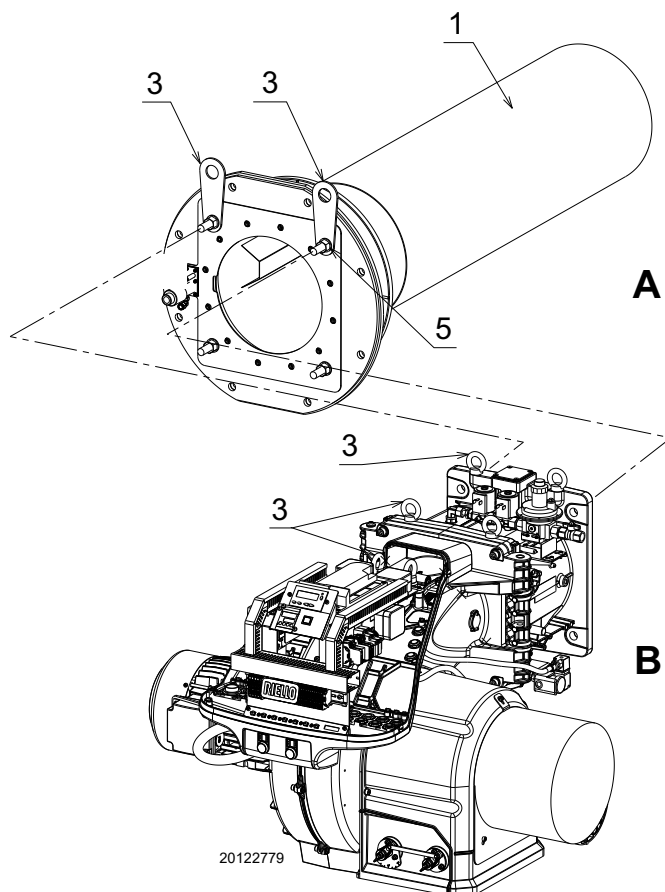
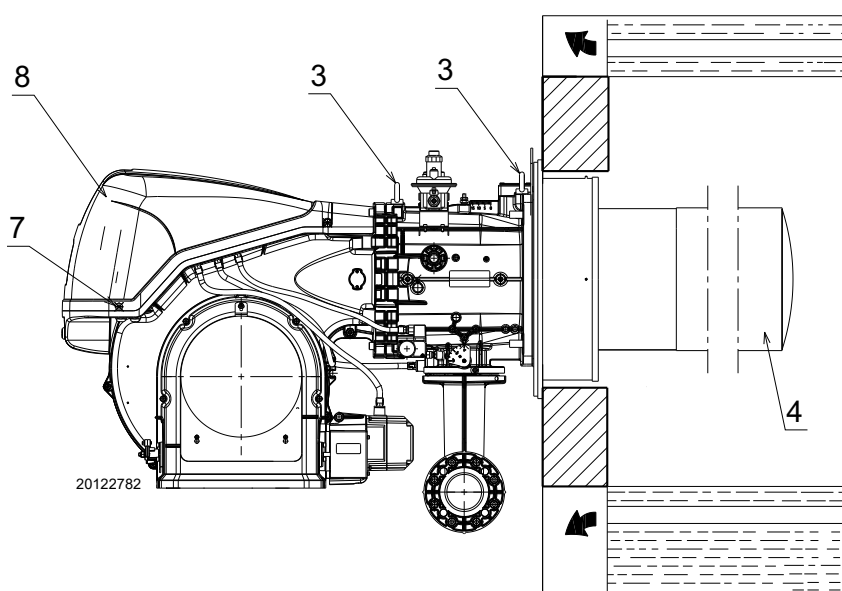

Fig. 18
Fig. 19
Prédisposer un système de levage adapté du brûleur en s'accrochant aux anneaux 3)(Fig. 18), après avoir enlevé les vis 7) de fixation du capot 8).
- Prédisposer un système de levage adapté du brûleur en s'accrochant aux anneaux 3)(Fig. 18) du groupe de la tête 1).
- Introduire le groupe de la tête sur le trou de la chaudière, réalisé auparavant (Fig. 18), et fixer avec les vis M18.
- Lever le brûleur en utilisant les anneaux 3)(Fig. 18) après avoir enlevé les vis 7) de fixation du capot 8)(Fig. 19).
- Fixer le brûleur sur le groupe de tête en utilisant les écrous 5)(Fig. 18) fournis.